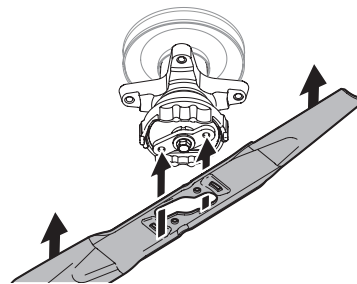

Figure 4
3. Placez la lame sous la fusée et alignez l'ouverture au centre de la lame avec le support de retenue. Voir Figure 4.
4. Poussez la lame contre l'adaptateur de lame jusqu'à ce que la bague de verrouillage se soulève. Voir Figure 4.